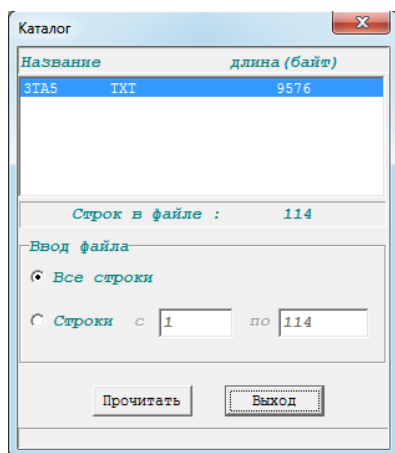

Рисунок 1.3 – Вибір даних для збереження на ПК
6. Вибрати необхідний каталог з карти пам'яті, потрібні рядки та натиснути **Прочитати** [**Прочитать**] (рис. 1.3). У наступному вікні слід вказати куди зберегти файл.